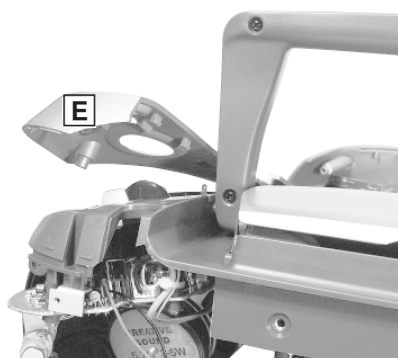
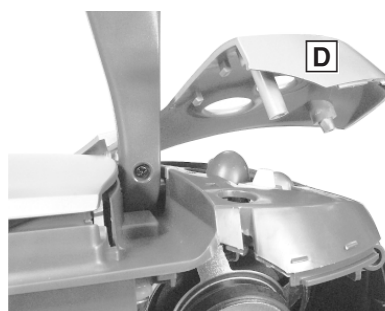

Fig. 15
Fig. 16
- Abdeckungen **D** (Fig. 16) und **E** (Fig. 15) **vorsichtig (Abdeckungen nicht brechen!)** nach oben biegen und Gehäuseoberteil herausziehen.
- **Carefully** bend the covers **D** (Fig. 16) and **E** (Fig. 15) upwards (**do not break them!**) and pull out the upper part of the cabinet.